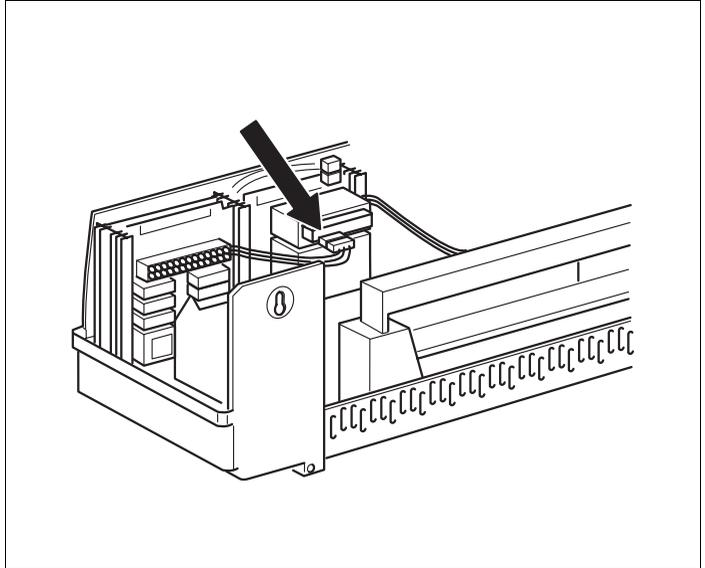

Fig. 16 Etablir l'alimentation en tension 230 V
- Insérer la fiche de raccordement 230 V à l'emplacement prévu dans le bornier (pour le raccordement du module en position 2, voir flèche fig. 16).